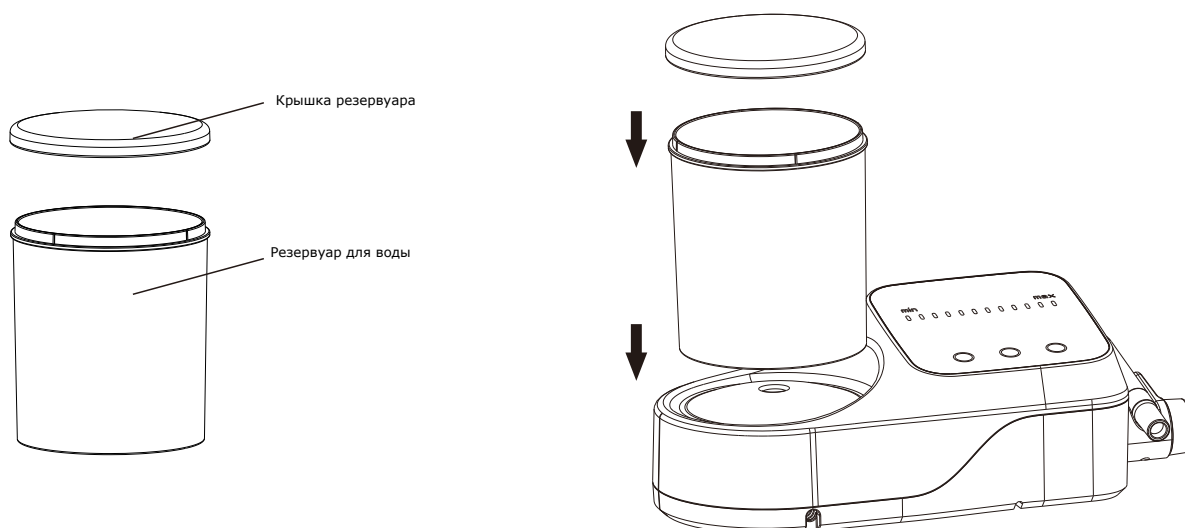

Рисунок 4. Схема установки резервуара для воды
- 4) Откройте резервуар для воды, залейте в него необходимое количество очищенной воды, затем зафиксируйте крышку и установите резервуар для воды в соответствующее положение на основном блоке (см. рис. 4).